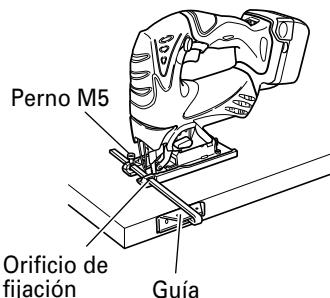

Fig. 18
- (3) Fije la guía haciéndola pasar a través del orificio de fijación de la base y apriete el perno M5. (Fig. 18)
- (4) Ajuste la posición orbital a "0".
Para cortar con precisión utilizando la guía (Fig. 18), ajuste siempre la posición orbital a "0".